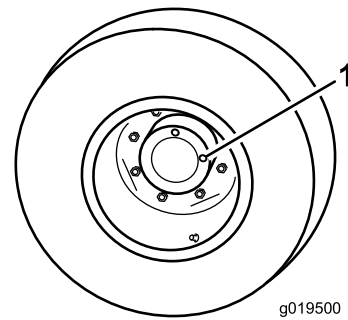

Figure 61
1. Amenez la machine sur une surface plane et horizontale, tournez la roue de sorte à placer un bouchon de contrôle à la position 12 heures et l'autre à la position 3 heures (Figure 61).
1. Bouchon de contrôle/vidange (2)
2. Retirez le bouchon qui est à la position 3 heures (Figure 61).